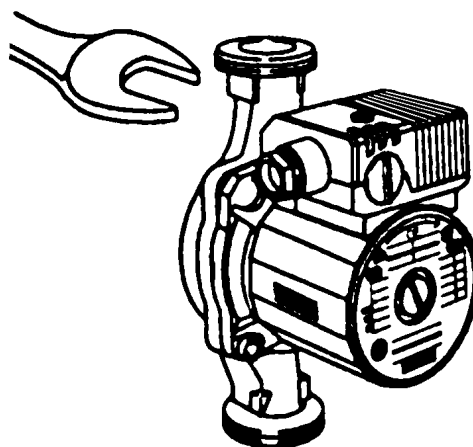

РИС. 4
- При присоединении насоса к трубопроводу насос может быть зафиксирован при помощи гаечного ключа за специально предусмотренные поверхности против прокручивания (рис. 4).